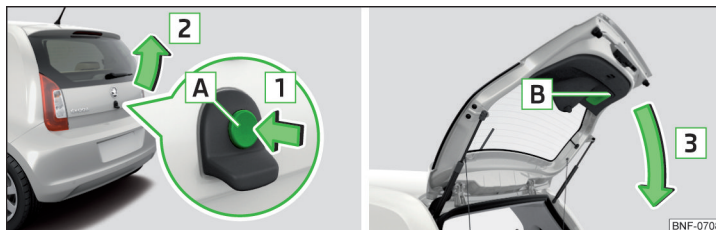

Fig. 34 Deschiderea/închiderea capotei portbagajului
Butonul **A** » fig. 34 la pagina 41 se dezactivează la plecarea de pe loc respectiv de la o viteză mai mare de 5 km/h. După oprire și deschiderea unei portiere, funcția va fi din nou activată.
- Pentru **deschidere**, apăsați tasta **A** în sensul săgeții **1** » fig. 34.